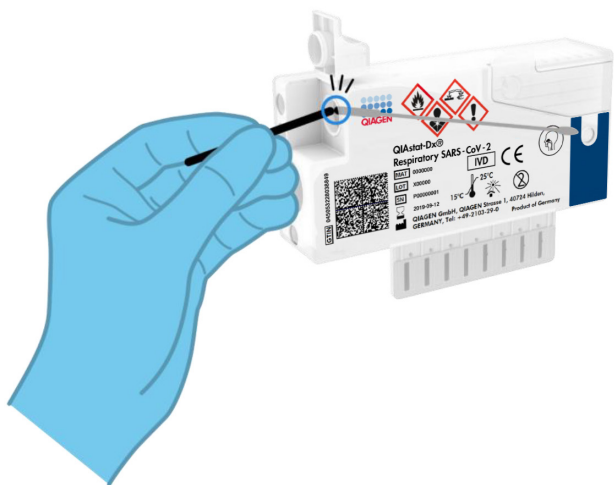

Figura 9. Rottura dell'asta del tampone.
6. Rompere lo stelo del tampone in corrispondenza del punto di rottura, lasciando il resto del tampone nella QIAstat-Dx Respiratory SARS-CoV-2 Panel Cartridge (Figura 9).